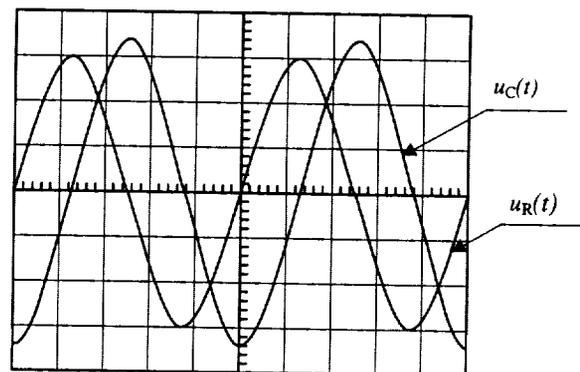

Fig. 2
- 2) À partir de l'oscillogramme (fig. 2) :